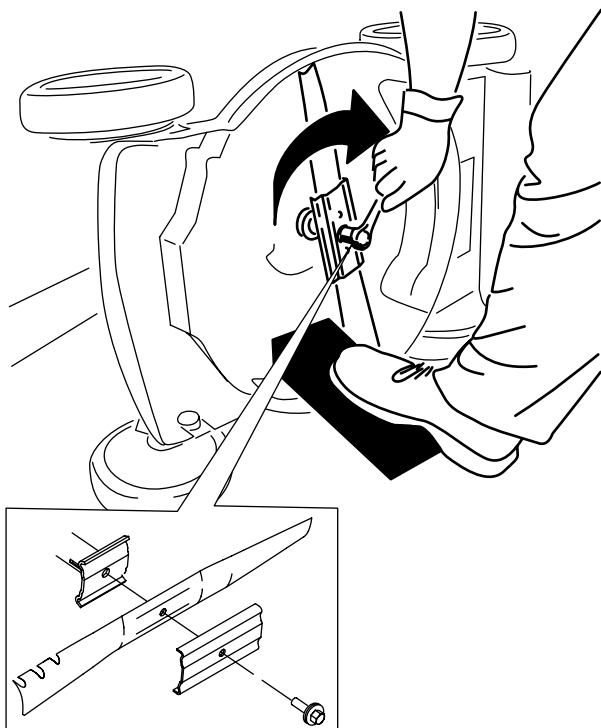

Bild 29
5. Setzen Sie das neue Messer und alle Schrauben auf (Bild 29).